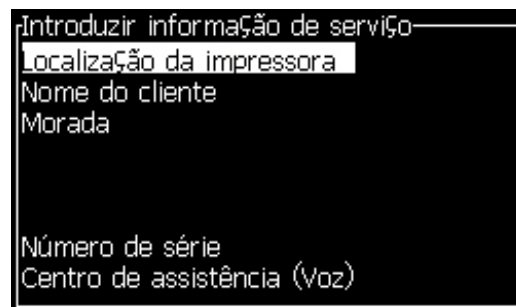

Figura 4-23: Caixa de diálogo *Introduzir informação da assistência técnica*
- 2 Selecione a opção *Introduzir informação da assistência técnica* e pressione a tecla *Enter*. A caixa de diálogo *Introduzir informação da assistência técnica* aparece (veja Figura 4-23).